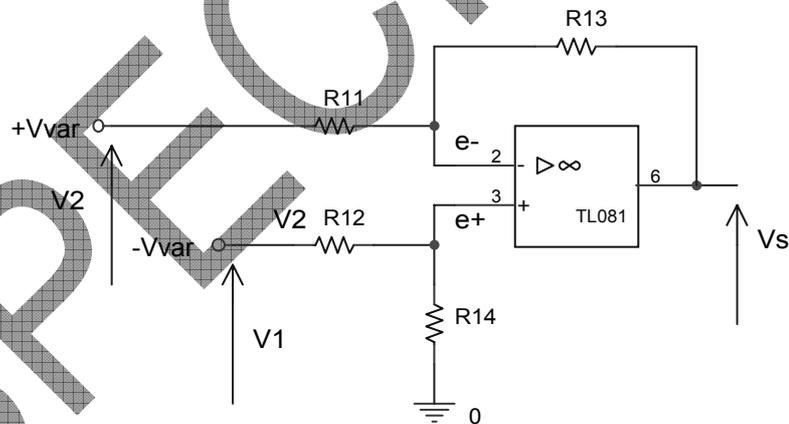

fig.7
5.6.1 Schéma de principe figure 7
5.7.5.1 Câbler le schéma de la figure 7.